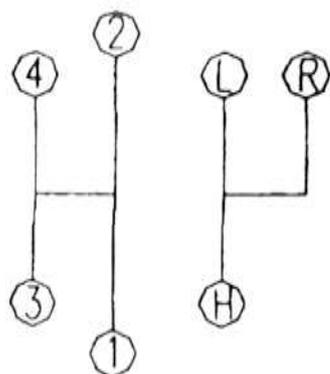
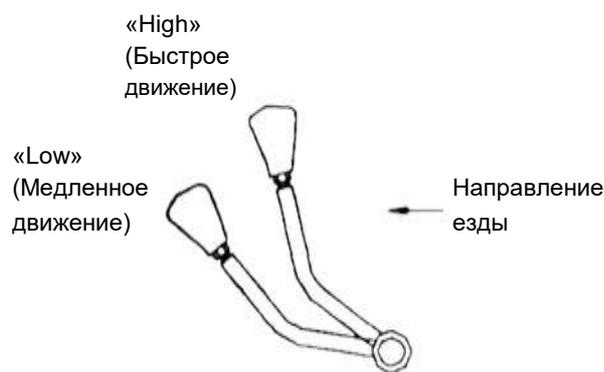

Рис. 4-2. Схема коробки передач
Рис. 4-3. Рычаг выбора режима движения (быстрое/медленное)
### (1) Положения «рычагов переключения передач» (основного и вспомогательного) (См. Рис. 4-2 и Рис. 4-3)